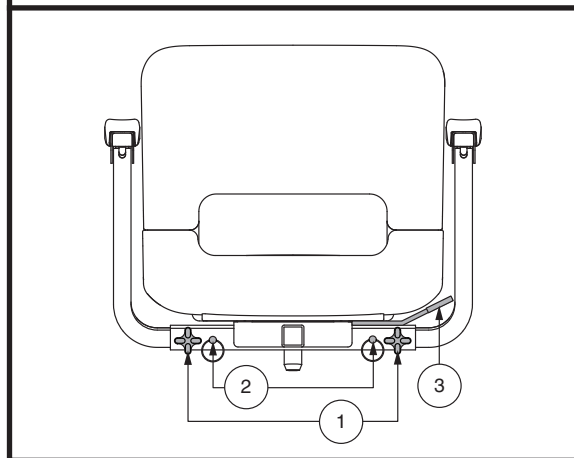

Figure 29. Réglage du siège
Le levier de rotation est situé sur le côté droit de la base du siège et le bloque dans plusieurs positions. Voir la figure 29.
1. Desserrez les boutons de réglage. **Voir la figure 29.**